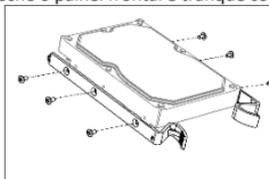

Figure 2-7 Fixar Orelhas de Montagem
Step 1 Fixe orelhas de montagem para o HDD usando os parafusos. Ver Figure 2-7.